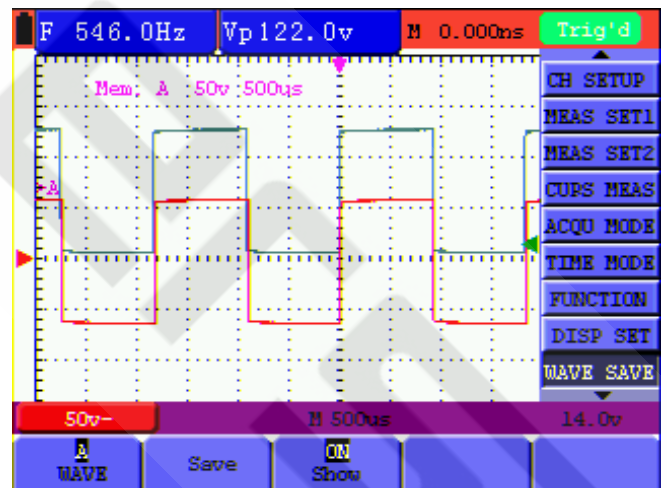

Рисунок 52. Сохранение осциллограммы
5. Нажмите кнопку **F4**, чтобы включить отображение осциллограммы, сохраненной по указанному адресу, на дисплее. Осциллограмма, сохраненная по адресу A, будет показана на дисплее зеленым цветом, а ее нулевой уровень, значения напряжения и времени – лиловым цветом (см. рисунок 52).